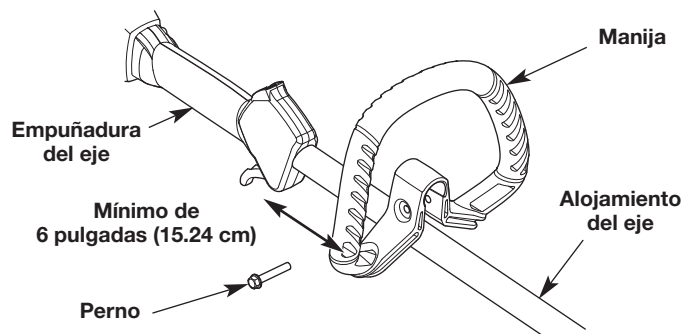

Fig. 2
1. Oprima la manija hacia abajo sobre el alojamiento del eje (Fig. 2). El orificio del perno de la manija debe quedar a la derecha.
2. Inserte el perno en el orificio del perno y oprímalo para que pase a través de él (Fig. 2). Apriete el perno con una llave tubular de 3/8" pero no apriete por completo.
3. Mientras sujeta la unidad en la posición de funcionamiento (Fig. 11), desplace la manija hasta la ubicación que le ofrece el mejor agarre. Ubíquela como mínimo a 6 pulgadas (15.24 cm) del extremo de la empuñadura del eje (Fig. 2).
1. Afloje el perno con una tubular de 3/8" (Fig. 2).
2. Mientras sujeta la unidad en la posición de funcionamiento (Fig. 11), desplace la manija hasta la ubicación que le ofrece el mejor agarre. Ubíquela como mínimo a 6 pulgadas (15.24 cm) del extremo de la empuñadura del eje (Fig. 2).